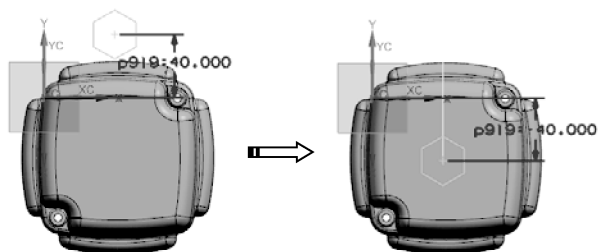

图 2-18 修改定位尺寸
- 06 单击【确定】按钮, 将 p919 尺寸改为 -40。单击【完成草图】按钮, 退出草绘环境, 如图 2-18 所示。